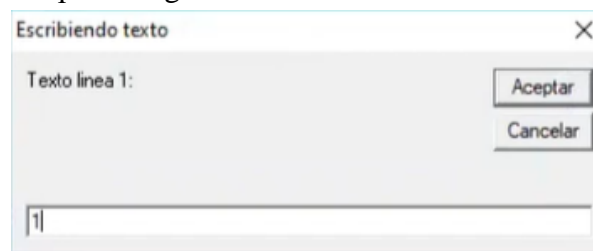

Figura 374. Nombre del vértice.
45. Presionar clic en uno de los vértices. En la ventana desplegada, introducir el nombre del vértice y presionar “Aceptar”. Figura 374.